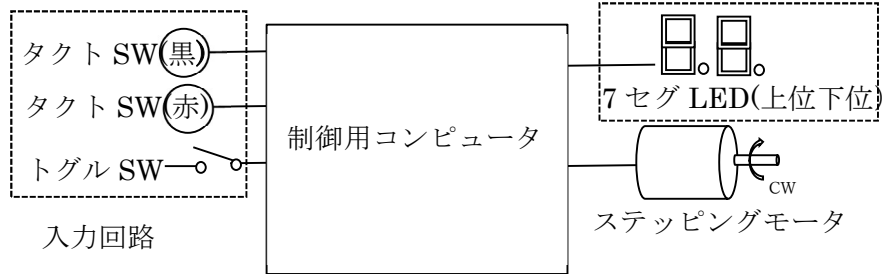

図 1 入力回路と制御対象装置
**【公開課題 1】** 図 1 は制御対象装置を示している。トグル SW の順番に関係なく、次の (1) と (2) の動作を可能にする一つのプログラムを作れ。例えば、トグル SW を OFF から ON にした場合は、(1) 「流れるメッセージ」の次に、(2) 「ステッピングモータの回転」の動作となる。また、トグル SW を ON から OFF にした場合は、「ステッピングモータのステップ角のみ回転」の次に、「流れるメッセージ」の動作となる。なお、使用しない装置はプログラムの実行中動作しないこと。